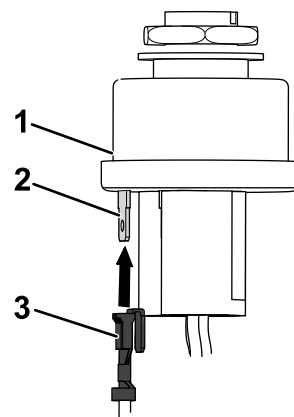

Рисунок 17
2. Подсоедините клемму с лепестковым выводом переходника жгута проводов к клемме С выключателя зажигания (Рисунок 17).